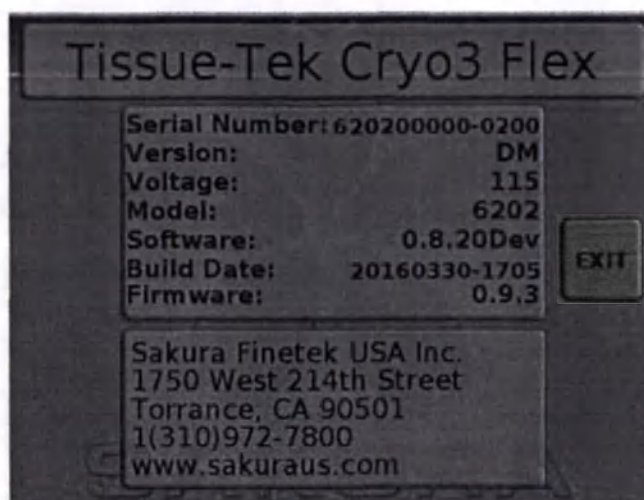

Рисунок 8.50
1. В главном меню нажмите кнопку *[MORE..]*, затем нажмите кнопку *[SYSTEM]* (*СИСТЕМА*). Появится экран системной информации (Рисунок 8.50).